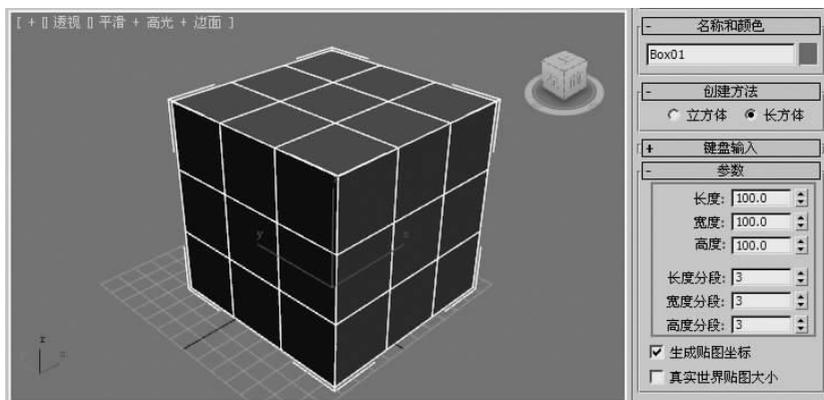

图 3-12 长方体参数面板
- (1) 单击创建命令面板上的  (几何体)按钮,选择“长方体”按钮。
- (2) 在视图中按住鼠标左键,拉出一个矩形后释放左键,完成长方体底面的创建。
- (3) 在上下方向移动鼠标,确定物体的高度,释放左键,完成长方体的创建。
- (4) 在“参数”卷展栏中修改长方体的长度、宽度、高度及分段数,如图 3-12 所示。
- (5) 在“名称和颜色”文本框中可以更改模型的名称及颜色属性。